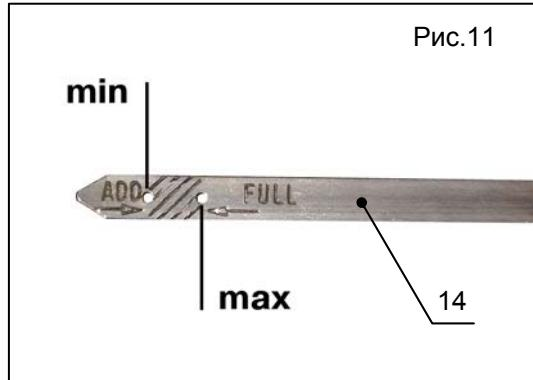

Рис.11
- Залейте масло. Количество масла в двигателе контролируйте с помощью щупа (поз.14, рис.11). Уровень масла должен находиться приблизительно посередине между двумя рисками «min» и «max».